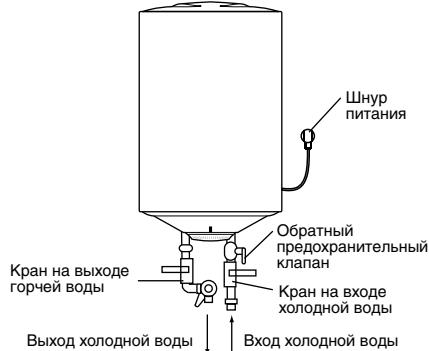

Рис. 1
- Предохранительный обратный клапан следует устанавливать в месте входа воды (см. рис. 1).